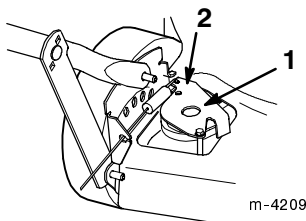

Figure 34
3. Appuyez sur le support d'entraînement jusqu'à ce qu'il touche la tondeuse, puis maintenez-le en place (Fig. 34).